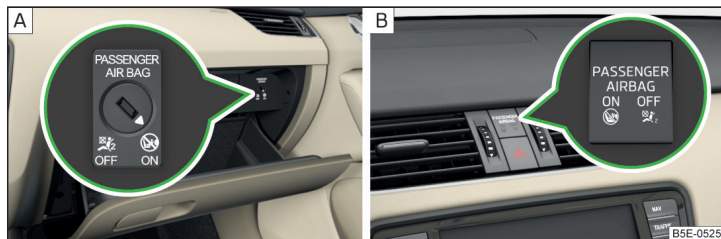

Fig. 14 Conmutador de llave para el airbag lateral del acompañante/Testigo para el airbag delantero del acompañante
El airbag frontal del acompañante se puede desconectar con el conmutador de llave » fig. 14 de la pág. 21 - [A].
Posiciones del conmutador de llave » fig. 14 - [A]
- Gire con la llave del vehículo cuidadosamente la ranura del conmutador de llave a la posición » fig. 14 - [A] **OFF**.
- Compruebe si, tras conectar el encendido, se enciende el testigo **OFF** debajo del rótulo  **PASSENGER AIRBAG** » fig. 14 - [B].
- Gire con la llave del vehículo cuidadosamente la ranura del conmutador de llave a la posición » fig. 14 - [A] **ON**.
- Compruebe si, tras conectar el encendido, se enciende el testigo **ON** debajo del rótulo  **PASSENGER AIRBAG** » fig. 14 - [B].